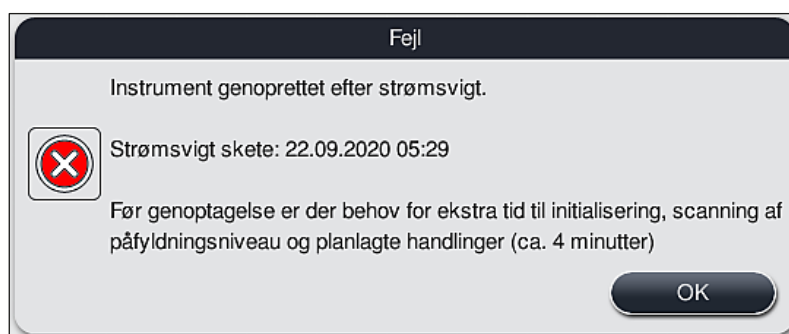

Fig. 108
- ① Den første informationsmeddelelse, efter at instrumentet er genstartet automatisk, informerer brugeren om tidspunktet for strømsvigtet (→ "Fig. 108"). Bekræft denne meddelelse ved at trykke på knappen **OK** for at starte de øvrige vejledninger i at fortsætte farvningsprocessen.